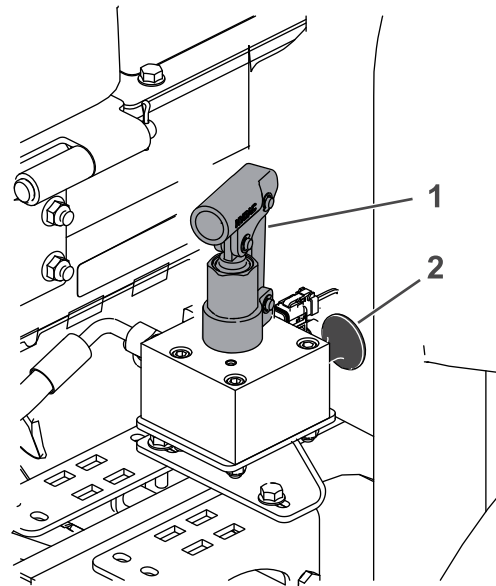

Figure 100
4. Localisez le collecteur de desserrage du frein près de la roue avant droite et derrière le réservoir de liquide hydraulique (Figure 100).